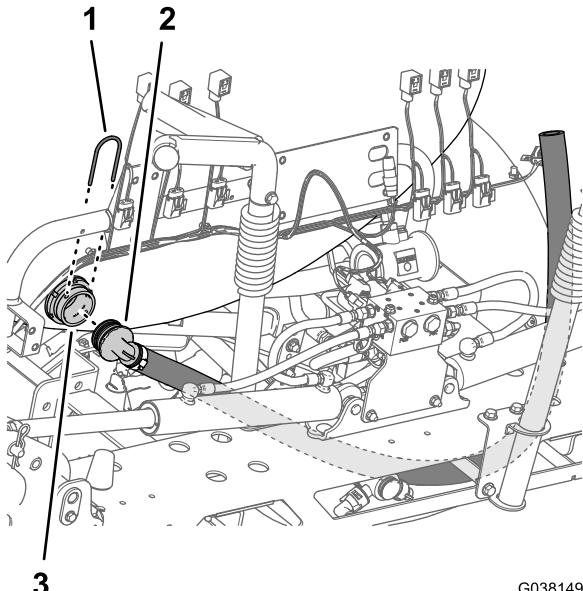

图28
- 卸下将喷洒臂段阀喷洒臂段旁通软管的 90° 宝塔接头固定至打药车药缸背部隔板接头的卡环 图28。
- 从隔板接头卸下 90° 宝塔接头 图28。